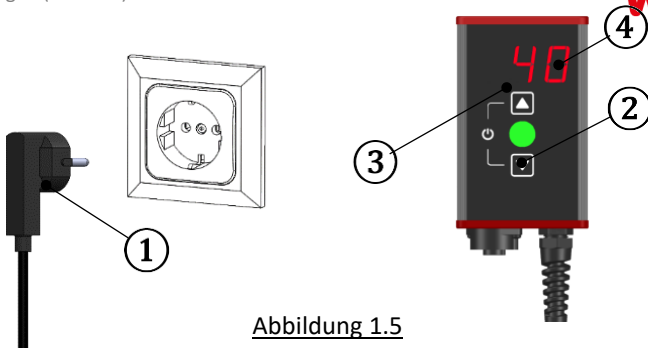

Abbildung 1.5
6.3 Inbetriebnahme (Abbildung 1.5)